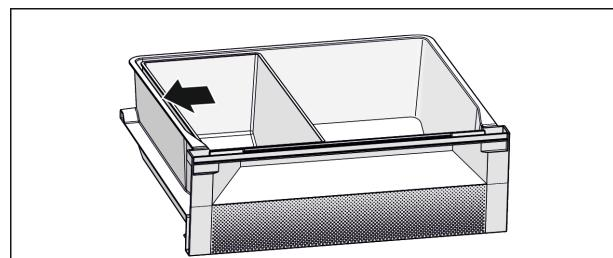

Fig. 7
- Za optimalno funkcijo hlajenja: Skledo Fish & Seafood namestite, kot je prikazano na sliki (glejte Fig. 7).